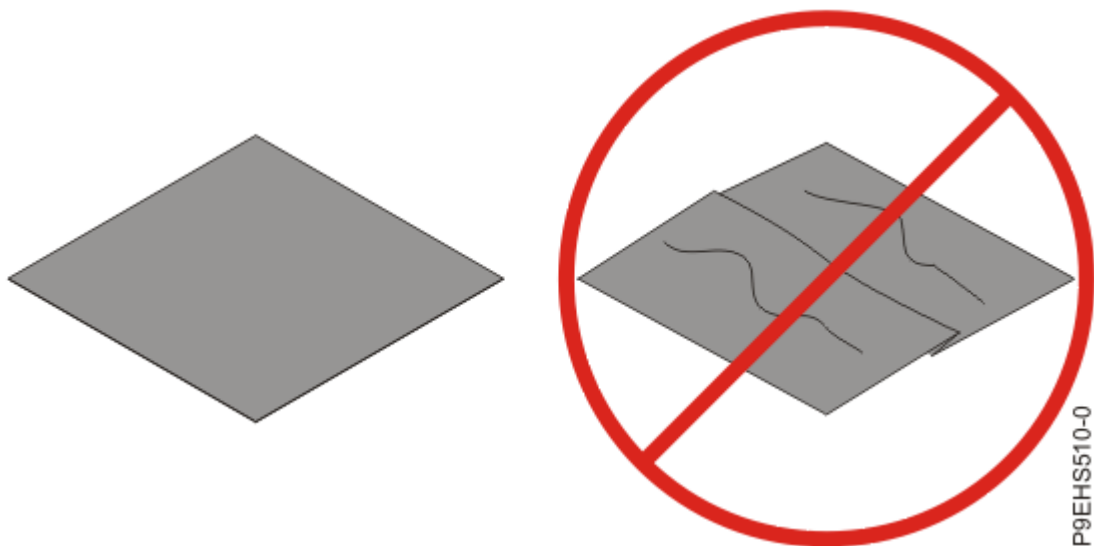

Figure 135. Inspection du matériau d'interface thermique
13. Vérifiez que le matériau d'interface thermique (TIM) ne présente pas de dommages visibles, comme illustré dans la Figure 135, à la page 152. S'il est plié, déchiré ou gondolé ou si vous avez des doutes sur son état, remplacez-le.